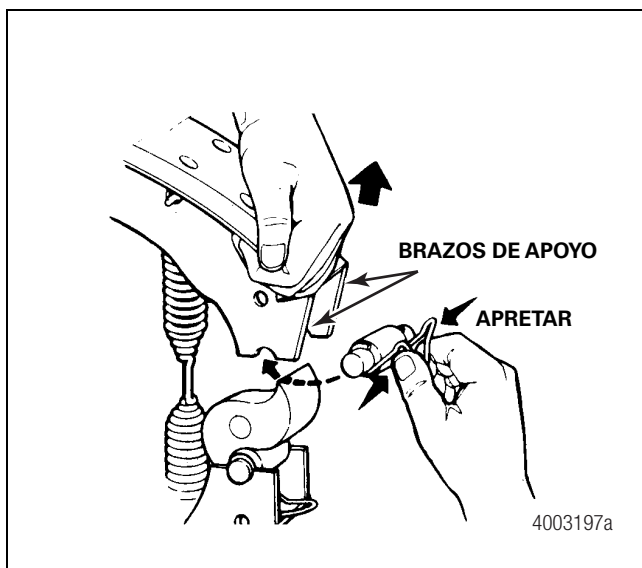

Figura 5.5
8. Aleje cada zapata de freno de la leva y deje espacio suficiente para instalar los rodillos de leva. Oprima las asas del clip retenedor del rodillo para encajar dicho retenedor entre los brazos de apoyo de la zapata de freno. Figura 5.5.